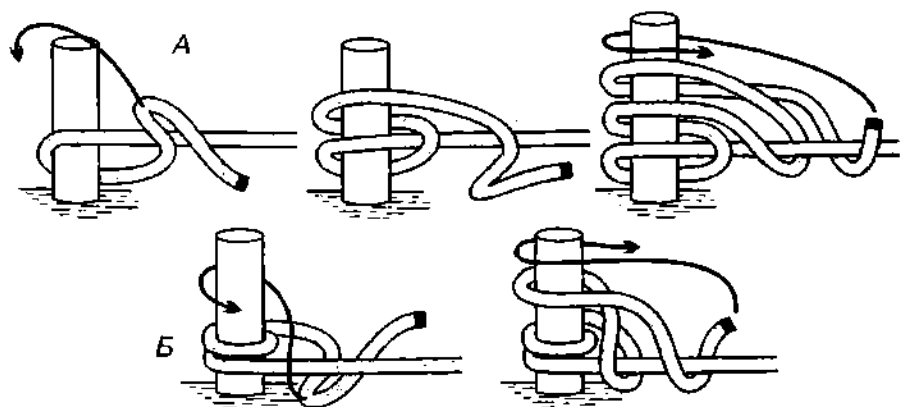

Рис. 960. А – буксирный узел; Б – буксирный узел со шлагом.
**Буксирный узел** – это зигзаговый узел, у которого шлагаи ложатся только с одной стороны от коренного конца (рис. 960). **Буксирным узлом** моряки крепят трос на пале или буксирном гаке. Им удобно быстро выбирать слабину троса, а так же быстро (или постепенно) стравливать нагруженный конец. Трос обносится вокруг опоры один раз (рис. 960 А) или, если нагрузка очень большая, два раза (рис. 960